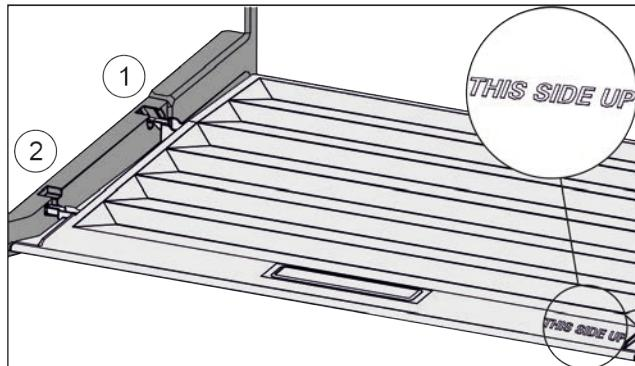

Fig. 33
- Вставить поперечные ребра крышки через отверстие заднего держателя Fig. 33 (1) и защелкнуть спереди в держателе Fig. 33 (2).